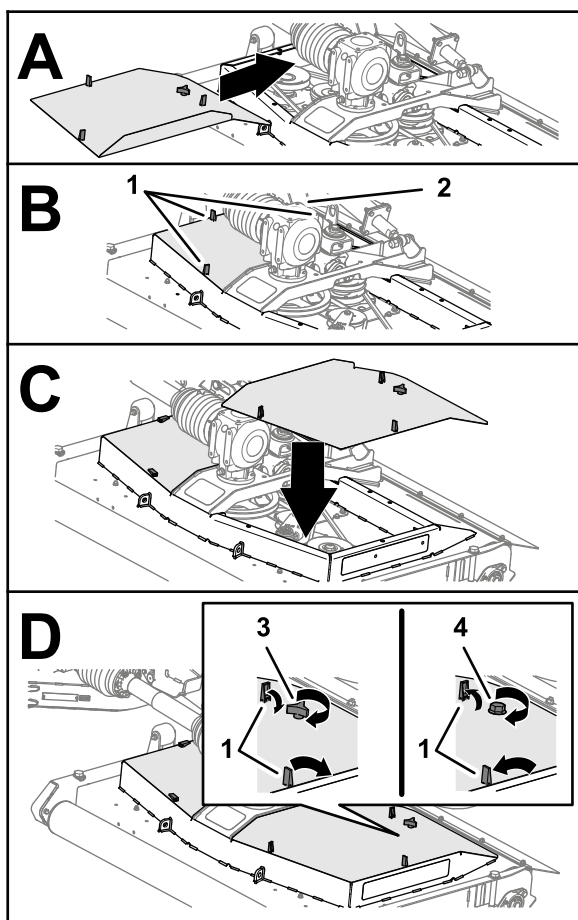

Рисунок 47
- Совместите защелки крышки деки газонокосилки с отверстиями в деке газонокосилки (Рисунок 47).
2. Установите крышку на деку газонокосилки (Рисунок 47).
3. Закрепите крышку (Рисунок 47) следующим образом:
4. Прикрепите крышку деки газонокосилки, зафиксировав 3 защелки (Рисунок 47).
5. Повторите действия, описанные в пунктах 1–4, для других снятых крышек (Рисунок 47).